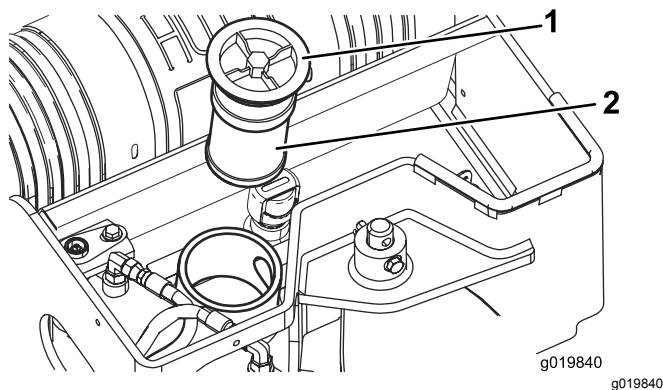

図 60
5. 油圧オイルタンクの注油口周辺とキャップをきれいに拭き、ソケットレンチで補給口からキャップとフィルタを外す **図 60**。